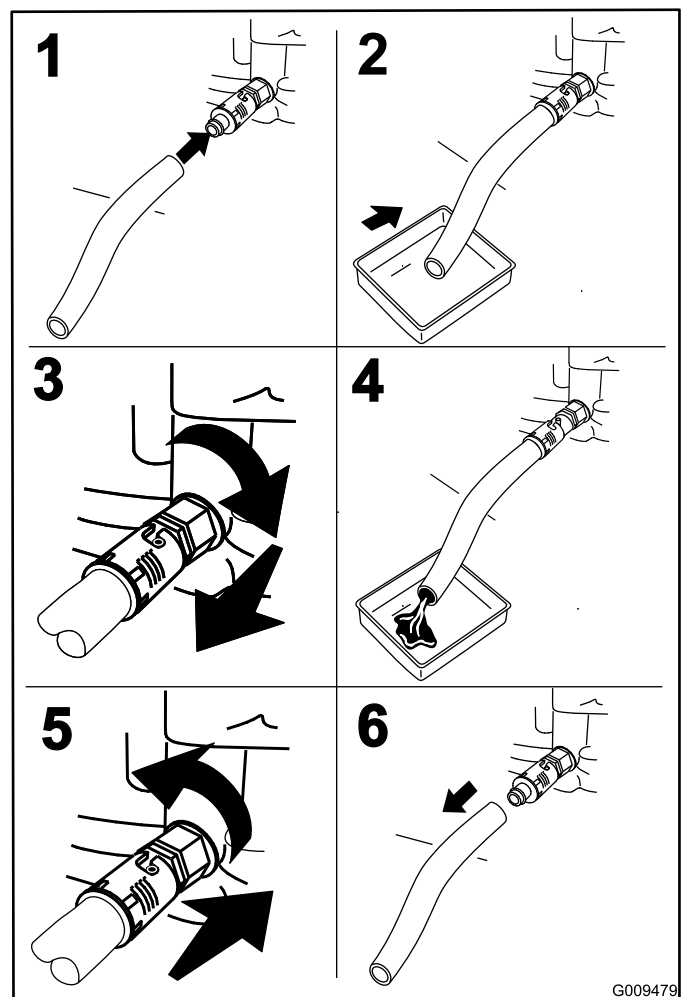

Figure 46
4. Avant de quitter la position de conduite, coupez le moteur, enlevez la clé de contact et attendez l'arrêt de toutes les pièces mobiles (Figure 46).